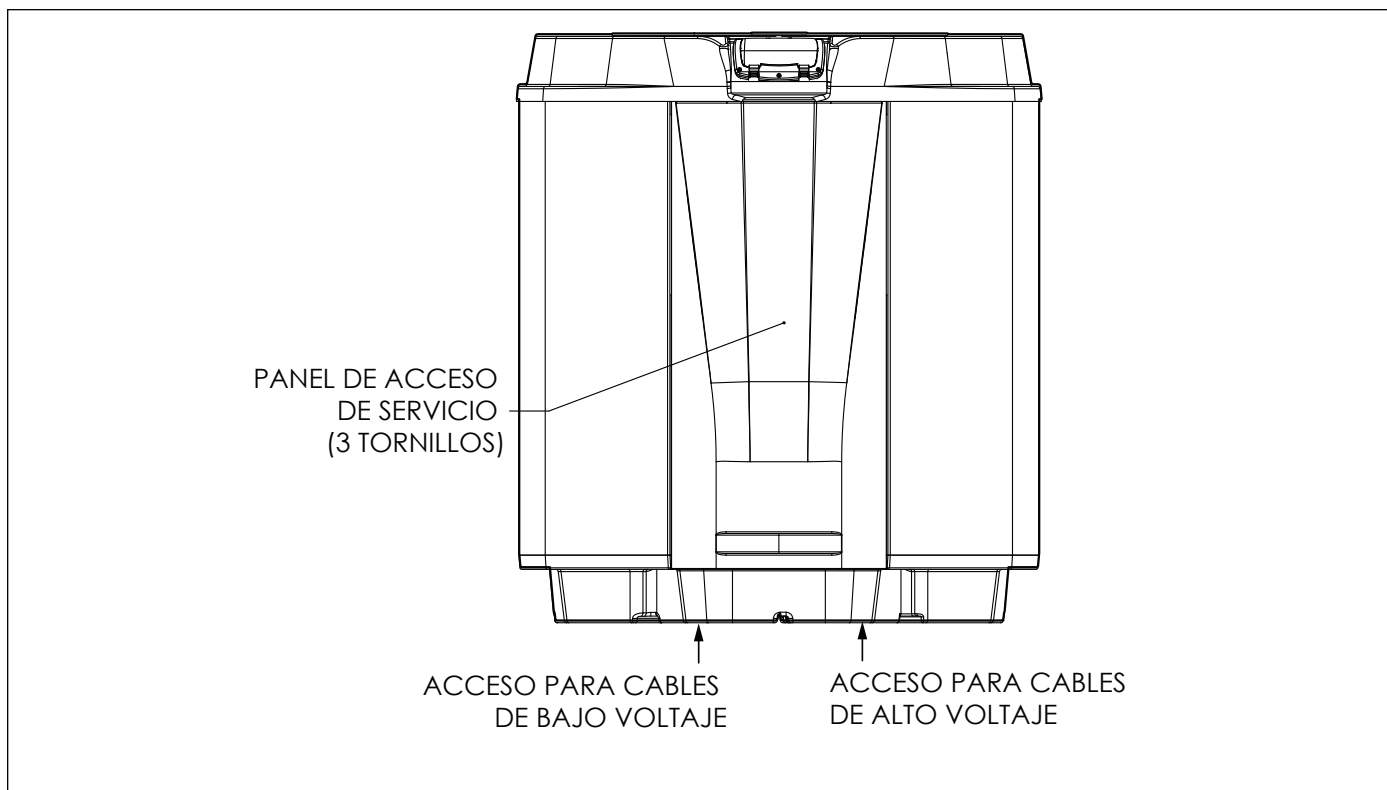

Figura 9. Vista delantera de la bomba de calor Jandy JRT
2. Extraiga los tres (3) tornillos que conectan el panel de servicio/acceso a la unidad de la bomba de calor (consulte la Figura 9).
2. Extraiga los tornillos que conectan el panel de servicio/acceso a la unidad de la bomba de calor y la cubierta de la caja de conexiones (consulte la Figura 9).
3. Tienda los cables del sistema de control de la piscina/del hidromasaje hasta la conexión de conducto etiquetada "Low Voltage Connection" (Conexión de bajo voltaje) y ubicada en la parte inferior derecha de la bomba de calor (consulte la Figura 9).
2. Extraiga los tres (3) tornillos que conectan el panel delantero a la bomba de calor y extraiga el panel delantero. Consulte la Figura 9.
5. Tienda cuatro (4) cables de cobre macizo 22 AWG hacia adentro de la membrana blanda de bajo voltaje ubicada en la parte inferior izquierda de la bomba de calor. Los cables pueden tener hasta 300 pies (91,4 m) de largo.